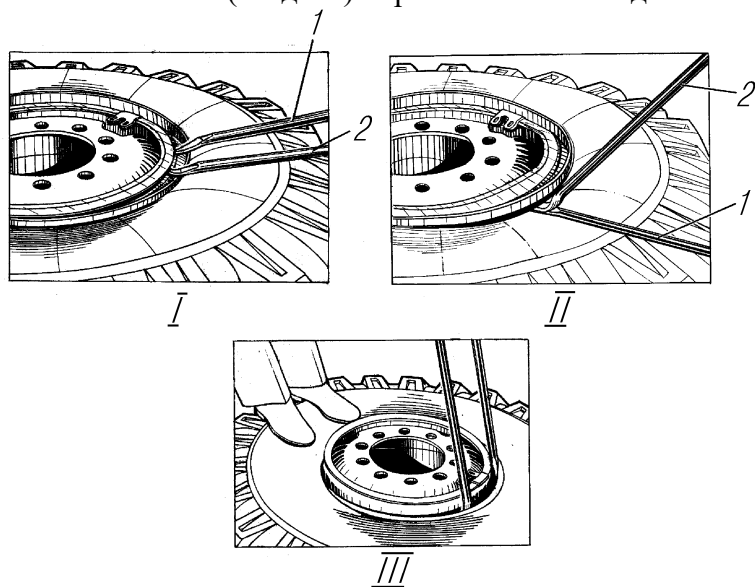

Рис. 45. Разборка колеса:
2. Снять борт шины с посадочной полки обода, для чего ввести плоский конец короткой монтажной лопатки в демонтажный паз между бортовым и замочным кольцами и отжать бортовое кольцо вниз, в образовавшийся зазор ввести рядом плоский конец второй монтажной лопатки (рис. 45, I). Нажать на обе лопатки и поочередно переставляя их по кругу на расстоянии 50-100 мм друг от друга, несколько осадить бортовое кольцо вместе с бортом шины вниз, а затем, применяя крюкообразный конец большой монтажной лопатки, полностью снять (осадить) борт шины по всей длине с посадочной полки обода.
- затем между ней и бортовой закраиной (бортовым кольцом) завести крюкообразный конец большой монтажной лопатки так, чтобы плоский конец короткой монтажной лопатки разместился в ее пазу (допускается применять молоток) и, опираясь пяткой второй лопатки о первую, надежно зацепившись ее крюкообразным концом за бортовое кольцо, одновременно отжимая обе лопатки (рис. 45, II) осадить борт шины вниз;
- ввести плоские концы монтажных лопаток между ободом и бортом шины в зоне вентиля на расстоянии 200-250 мм друг от друга (рис. 45, III) и, нажимая на них, переместить часть борта через посадочную полку вверх (вывести его наружу обода). При этом противоположная часть борта шины должна обязательно находиться в монтажном ручье обода;